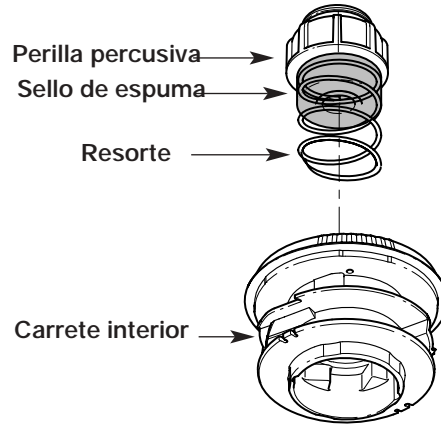

Fig. 22
- Saque la perilla percusiva, el resorte y el sello de espuma girando la perilla percusiva en sentido antihorario (Fig. 22).
2. Saquee la perilla percusiva, el resorte y el sello de espuma (Fig. 22).
7. Coloque la perilla percusiva, el resorte y el sello de espuma en la bobina exterior (Fig. 22).